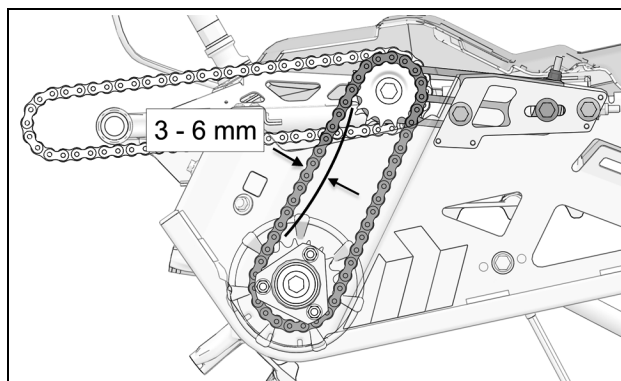

Figure 10
- Appliquer une pression au centre des deux pignons d'entraînement. La chaîne doit présenter une déflexion de 3 - 6 mm (1/8 à 1/4 po). Réajuster jusqu'à ce que vous obteniez la bonne déflexion. Voir la Figure 10.